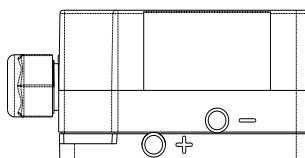

图 5
2. 软管连接。配件中提供了一条长 2m，内径 5.0mm 的塑料软管，可视现场情况裁减使用。建议用尽可能短的软管，连接上述连接附件和开关体上的压力接口。高压端接到“+”口，位于开关体的底部。低压端接到“-”口，位于开关体的中部，如图 5。